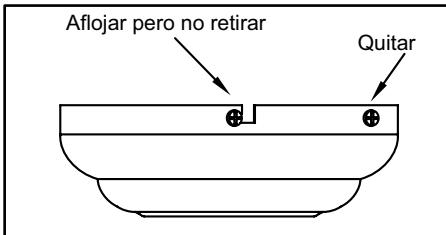

Figura 5
- Retira la placa de montaje de la cubierta aflojando los cuatro tornillos de la parte superior de la misma. Quita los dos tornillos sin ranura y afloja los tornillos ranurados. Esto te permitirá retirar la placa de montaje (Figura 5).
1. Retira la placa de montaje de la cubierta aflojando los cuatro tornillos de la parte superior de la misma. Quita los dos tornillos sin ranura y afloja los tornillos ranurados. Esto te permitirá retirar la placa de montaje (Figura 5).